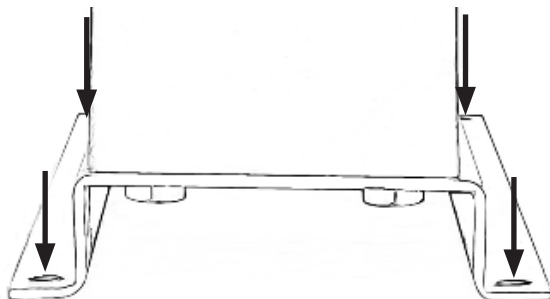

Abb. 2
- Nutzen Sie die vier Befestigungslöcher in der Bodenplatte der Maschine, um diese sicher zu montieren. (Abb. 2)